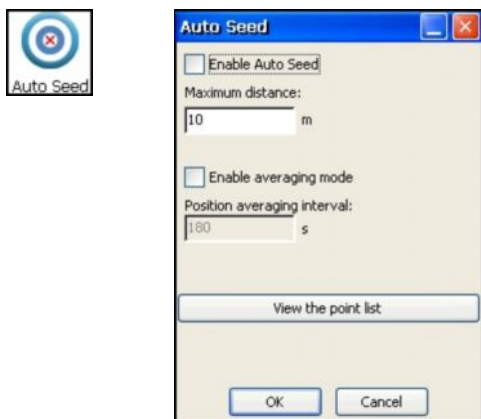

Рис. 3-15. Настройка базового приемника
11. Для настройки базового приемника нажмите значок Auto Seed и задайте следующие параметры (Рис. 3-15 на стр. 3-16), после чего нажмите OK.